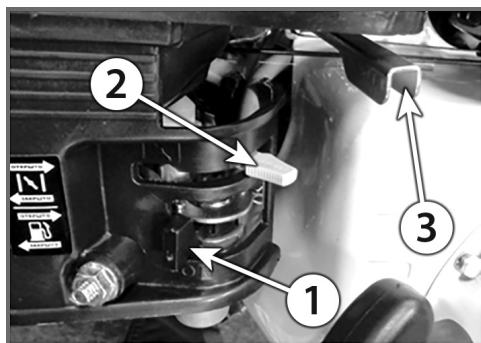

Рис. 2
1. Откройте топливный кран ① (рис. 2).
2. Закройте воздушную заслонку. Для этого рычаг ② (рис. 2) установите в крайнее левое положение.
3. Рычаг газа ③ (рис. 2) установите в среднее положение.